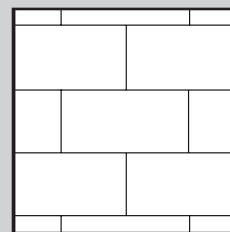

Fig. 3b
4. Begin aan de tweede rij. Houd de plank in een hoek van circa 30° en klik de messingzijde in de groef van de eerste rij. Tik de plank/tegel stevig aan. Leg de volgende plank/tegel door de messingzijde en groef langs de lange kant in elkaar te duwen (Fig. 3). De tegels en planken moeten in een baksteenpatroon worden gelegd zodat de vier hoeken nooit op hetzelfde punt samenkomen. (Fig. 3a en Fig. 3b)